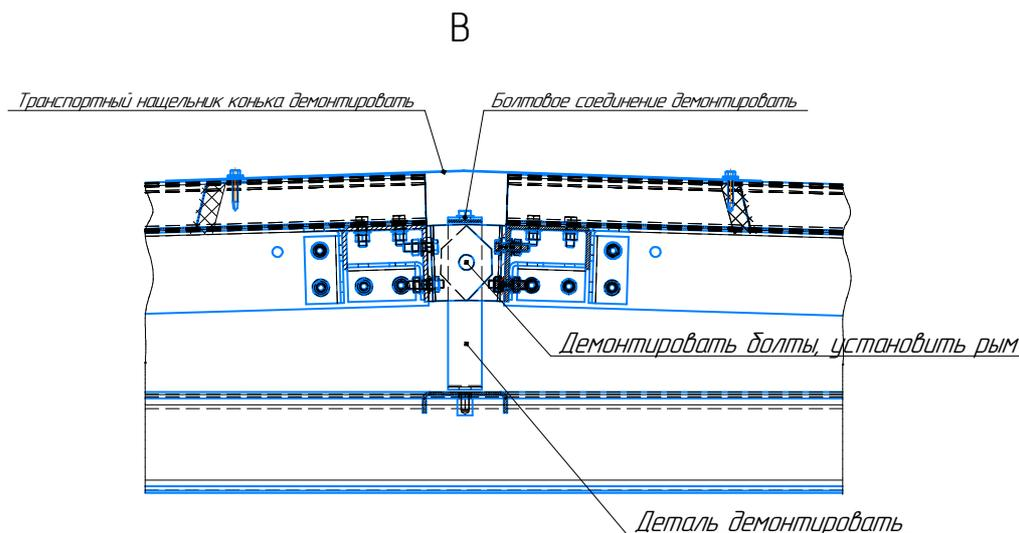

Рисунок 11
- 3.6.3. Выполнить подъем крыши. Для этого из крайних проушин рам крыши демонтировать крепёж М16, установить рым-болты М16 (смотри рисунок 11).